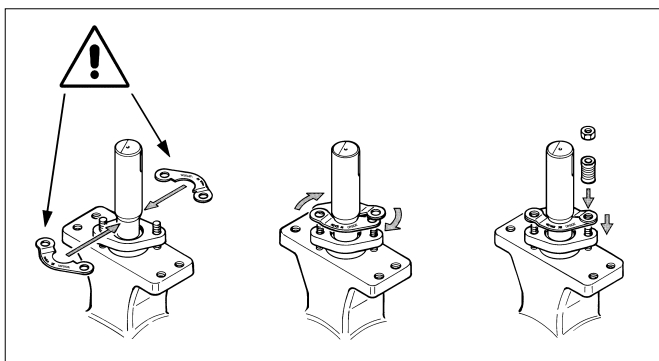

Fig. 9. Montaje de la placa de retención
- Afloje las tuercas (25) y retire los kits TA-Luft (44), las placas de retención (42) y el prensaestopas (9).
- Retire los anillos viejos de la empaquetadura (20). Asegúrese de no dañar las superficies del eje y del orificio escariado de los anillos de la empaquetadura. No es necesario cambiar el anillo de antiextrusión (22).
- Monte las placas de retención con el texto "UPSIDE" en la parte superior (ver Fig. 9).